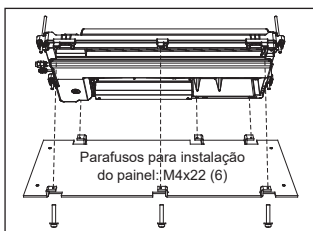

FIG. 39
- Coloque o gabarito na parte inferior da unidade interna com os parafusos usados para fixar a placa (Fig. 39).